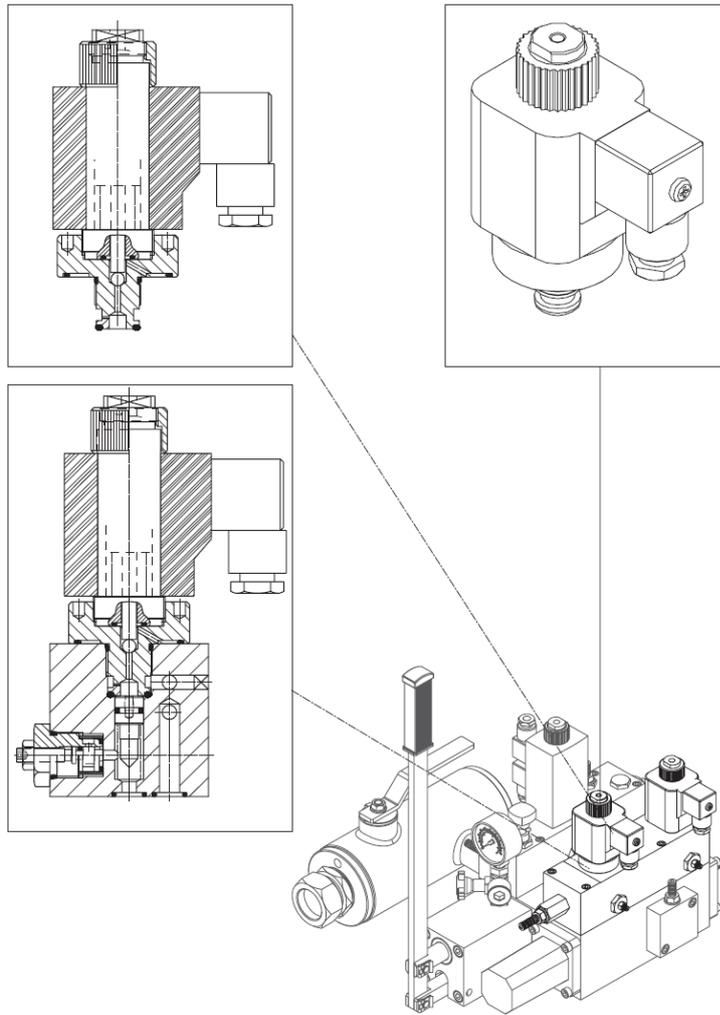

Fig. 53 – Bocchetto per avviamento Δ – Δ o soft starter
- Montare al posto del tappo "A" il dispositivo  - Δ (Fig. 53), senza chiudere il foro dove era la vite "B":